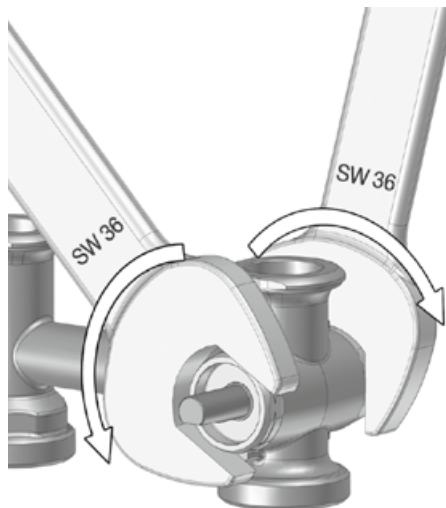

Рис. 19
3. Муфту (1), вентильную вставку смесителя (2) и латунную заглушку (3) установить в соответствии с рис. 19 в корпус арматуры.